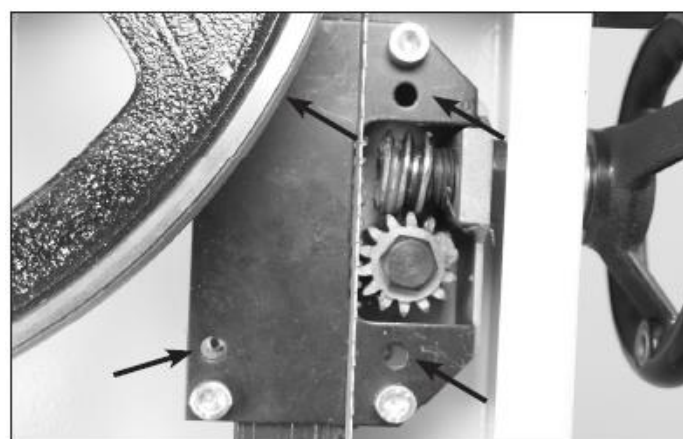

Рис. 31
3. Откройте верхнюю дверцу и опустите защитный кожух лезвия до упора на стол, чтобы получить доступ к направляющему кронштейну (#4С). Рис. 31.
5. В задней части направляющего кронштейна рядом с углами также имеются четыре установочных винта (#5С). Если защитную стойку необходимо слегка наклонить к передней или задней части стола или даже скрутить под углом, выполните регулировку с помощью этих винтов. Рис. 31.